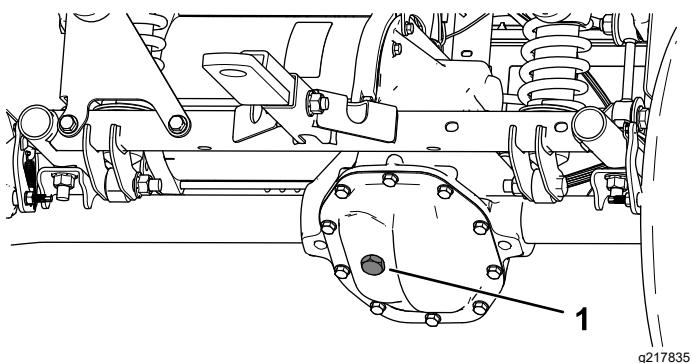

Figura 53
4. Togliete il tappo di riempimento sul transaxle (Figura 53).
5. Se il livello del fluido è basso, togliete il tappo di riempimento e aggiungete il fluido specificato finché non fuoriesce (Figura 53).
4. Togliete il tappo di riempimento sul transaxle e riempite il transaxle con il fluido indicato finché non fuoriesce dal foro di riempimento (Figura 53).